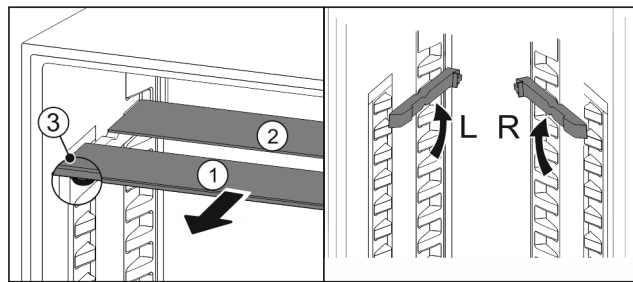

Fig. 50
- ▶ Extrageți Fig. 50 (1) pe rând plăcile de sticlă spre înainte.
- ▷ Placa de sticlă Fig. 50 (1) cu șipca decorativă se află în față.
- ▷ Opritoarele Fig. 50 (3) indică în jos.